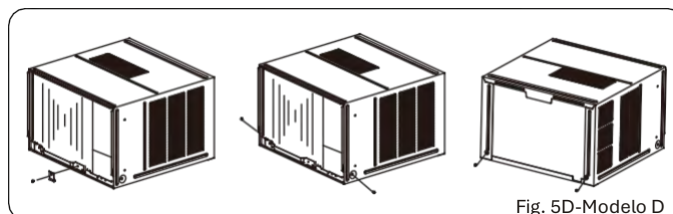

Fig. 5D-Modelo D
1. Retire um parafuso que fixa o suporte de fixação da estrutura e, em seguida, desmonte o suporte de fixação da estrutura (ver Fig. 5D).
2. Retire os quatro parafusos localizados em ambos os lados e na parte de trás do armário, como indicado na Fig. 5D.